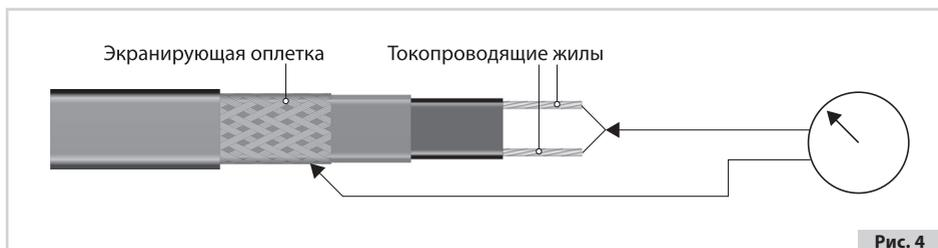

Рис. 4
5.13. Саморегулирующиеся нагревательные кабели имеют температурно-зависимое сопротивление и данные о величине сопротивления не являются достоверным ориентиром для определения присоединённой нагрузки. По этой причине саморегулирующиеся нагревательные кабели проверяются только на сопротивление изоляции нагревательного элемента (измерение производится между токоведущими жилами и экранирующей оплёткой нагревательного кабеля) и сопротивление оболочки нагревательного кабеля (измерение производится между экранирующей оплёткой нагревательного кабеля и контуром заземления) (см. рис. 4).